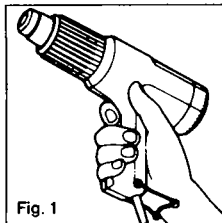

Fig. 1
Utilizzandolo come strumento manuale (fig. 1) si afferra L' HL 1800 E come una pistola da incollaggio o un trapano per la maniglia (2) ed in tal modo si può manovrare l'interruttore (3) con il dito indice.